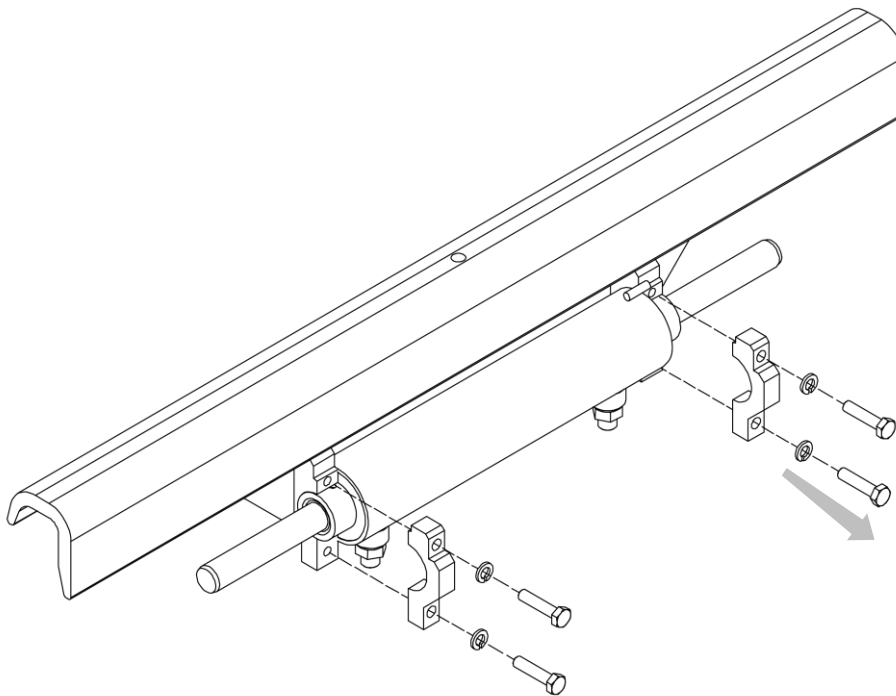

Figura 21
4. Prendere come riferimento la *Figura 21*.